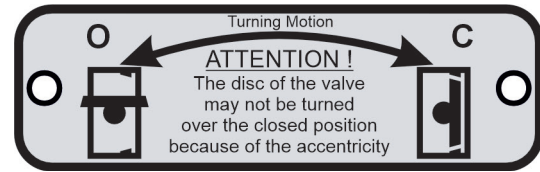

Fig. 5-1 : Plaque indiquant le sens de rotation
- ⇒ Le sens de rotation est indiqué sur la vanne papillon au moyen d'une plaque, cf. Fig. 5-1.